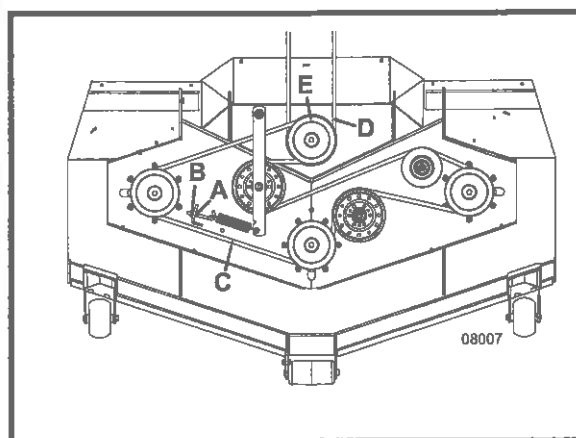

Fig. 9
(Henviser til fig. 9 og 10)
4. Klipperremmen afmonteres fra udkaster knivens remskive først, inden afmontering af remmen. Løsne kontramøtrikken (A) (fig. 9) og drej møtrikken baglæns (modsat uret) indtil "J-bolten" bliver løs og drivremmen slækkes og den kan løftes af fordelerknivens remskive.
5. Træk i drivremmen (D) på den ene side af drivremskiven (E) og rul remmen af remskiven.